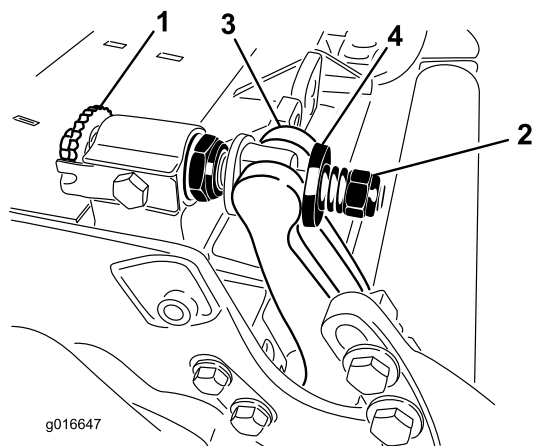

Рисунок 29
1. Поворачивайте регулировочные винты планки неподвижного ножа против часовой стрелки, чтобы отодвинуть неподвижный нож от барабана (Рисунок 29).
- Ослабьте гайку натяжения пружины так, чтобы шайба не нажимала на планку неподвижного ножа (Рисунок 29).